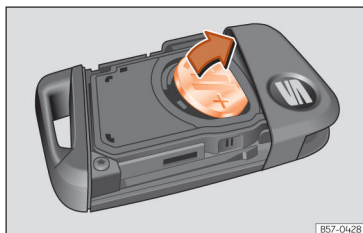

Fig. 77 Chave do veículo: extração da pilha.
- Retire a pilha do seu compartimento fazendo alavanca » » » **Fig. 77**.